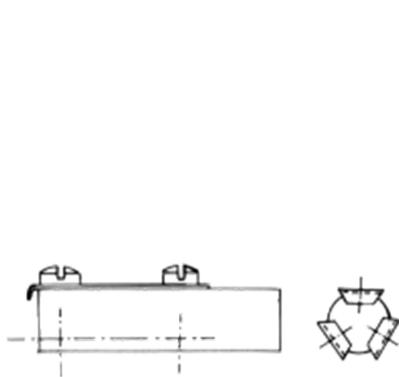

Abb. 6: Skizze für die Juffernklaue/B>
4. Planen und Runden der zweiten Seite Hierzu muß etwas geschaffen werden, was den Knopf greift und festhält, ohne die zu planende Seite abzudecken. Die in Abbildung 6 gezeigte Jufferklaue" erfüllt diese Aufgabe und läßt sich ihrerseits in ein Futter einspannen. So ist hier die gleiche Bearbeitung möglich wie bei 3a beschrieben. Sollte aber mal nur ein Jufferchen herzustellen sein, ist diese Operation auch manuell durchführbar. Das Mittelteil des dargestellten Halters kann aus Kunststoff oder Messing gefertigt werden. Für die drei Greifer genügt 0,5-mm-Messingblech. Die hintere Schraubenreihe dient der Befestigung, zwei Schrauben der vorderen Reihe werden entsprechend des Jufferdurchmessers voreingestellt, während die dritte zum Öffnen und Schließen gebraucht wird. Für eine Schiffsausrüstung müßten zwei Mittelteildurchmesser genügen.